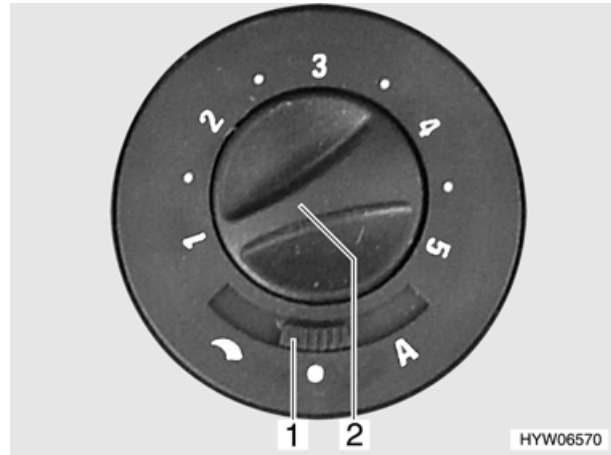

Bild 76 Bedienschalter für Umluftgebläse
- Mit dem Drehknopf (Bild 76,2) die gewünschte Leistung des Umluftgebläses einstellen.